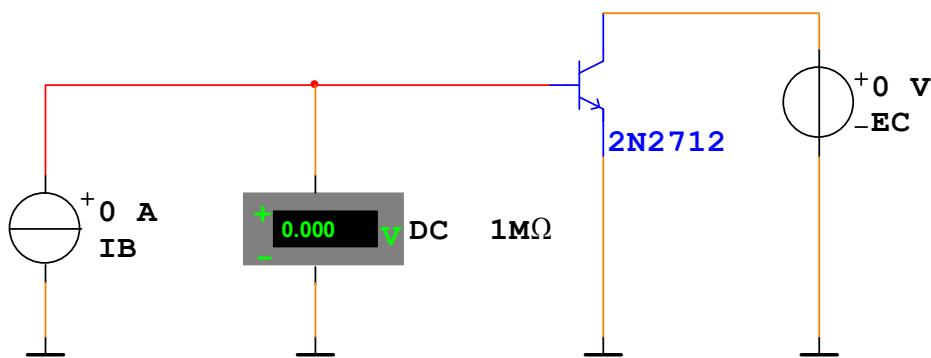

Рис. 5.1
5.2.1. Соберите схему для изучения семейства входных характеристик биполярного транзистора, приведенную на рис. 5.1. Выберите транзистор 2N2712 или другой по указанию преподавателя.